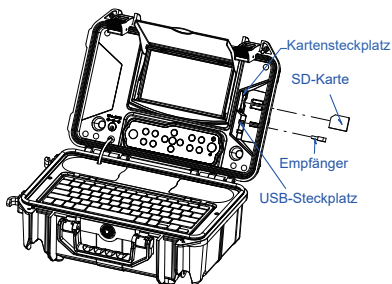

Abbildung 13. SD-Karte einsetzen
5. SD-Karte einsetzen (Abbildung 13.)